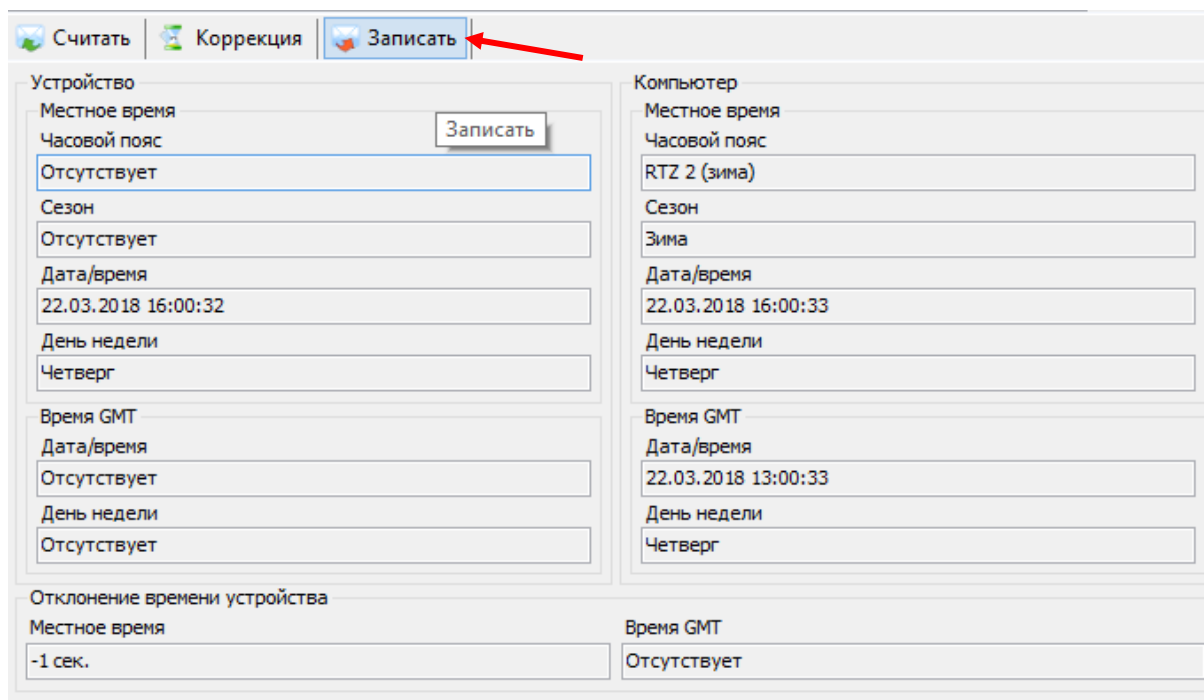

Рисунок 89 – Запись времени в счетчик
6.9.3 В ТПО AdminTools записать текущую дату и время17 (по часам ПК) можно во вкладке «Дата/время», нажатием на кнопку «Записать» (см. рисунок 89).